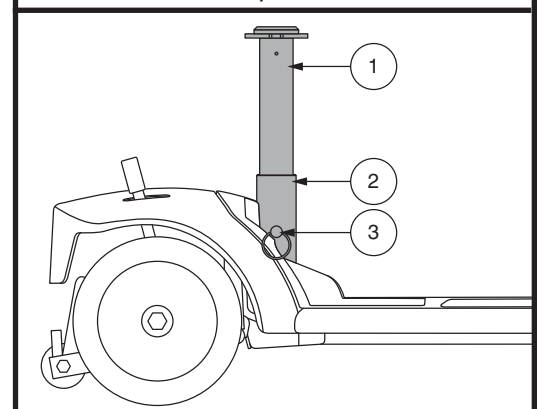

Figure 25 Réglage de la hauteur du siège
La hauteur du siège peut être réglée à volonté. **Voir la figure 25.**
2. Retirez le mât du siège du Travel Scooter en retirant la goupille de détente de la partie inférieure du mât du siège, puis soulevez le mât vers le haut et enlevez-le du Travel scooter. **Voir la figure 25.**